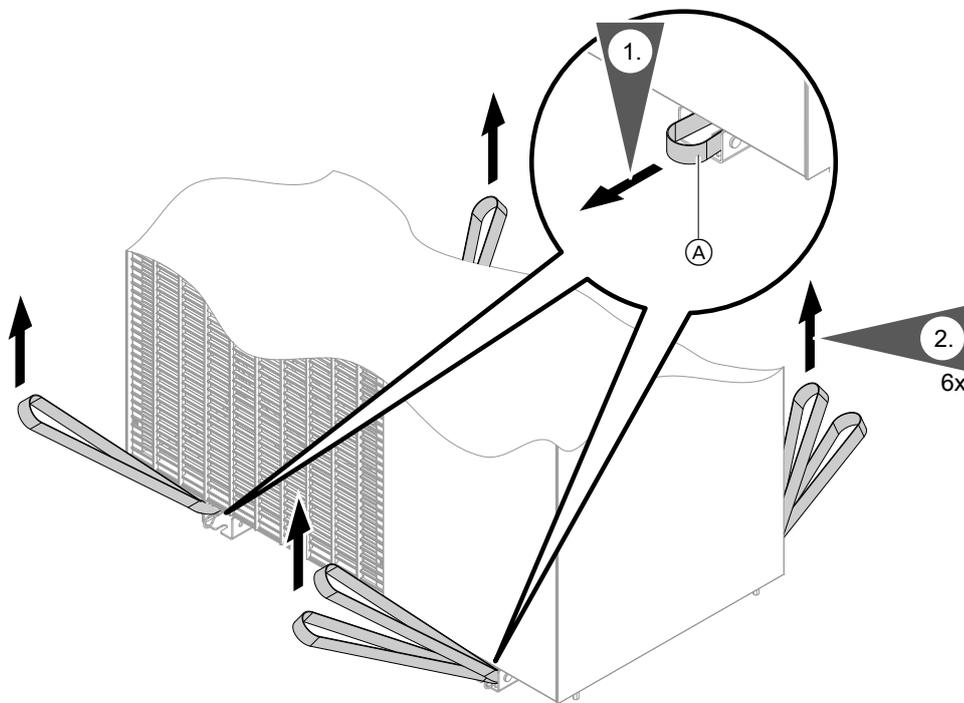

Fig. 5
- Debido a la distribución irregular del peso, en las unidades exteriores con 2 ventiladores hay montados 4 elementos auxiliares para el transporte en el carril de montaje derecho: Consultar Fig. 5.